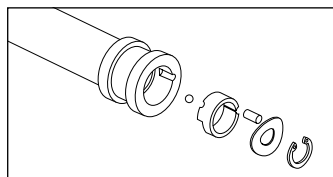

Fig. 3
7. Rimuovere con attenzione la piastra graduata, la rondella ondolata, il perno graduato e la sfera graduata. La sfera graduata è posta sotto la piastra graduata (Fig. 3). Fare attenzione a non perdere la sfera graduata, è piccola ed è molto facile smarrirla.